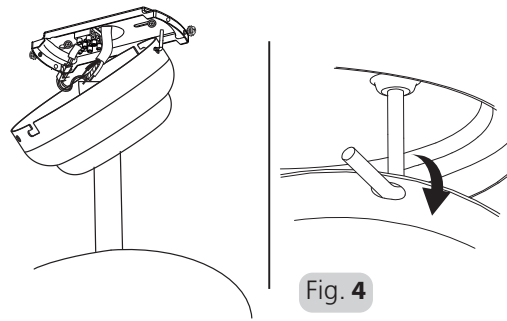

Fig. 4
1. Hängen Sie den Ventilator an den Haken der Halterung, indem Sie eines der Löcher an der Oberseite der oberen Abdeckhaube verwenden. Siehe Abb. 4.
1. Hang the fan onto the bracket hook by using one of the holes at the top of the upper canopy. Refer to Fig 4.
1. Suspendez le ventilateur au crochet du support via l'un des trous situés en haut du boîtier supérieur. Voir Figure 4.
1. Hang de ventilator aan de beugelhaak met behulp van een van de gaten aan de bovenkant van de plafondkap. Zie Fig. 4.
1. Pendure a ventoinha no gancho do suporte utilizando um dos furos na parte de cima da cobertura superior. Consulte a Fig 4.
1. Подвесьте вентилятор на крюк кронштейна, пользуясь одним из отверстий на верхнем колпаке. См. рис. 4.
1. Zawiesić wentylator na haku uchwytu przy użyciu jednego z otworów wykonanych w osłonie górnej. Patrz rys. 4.